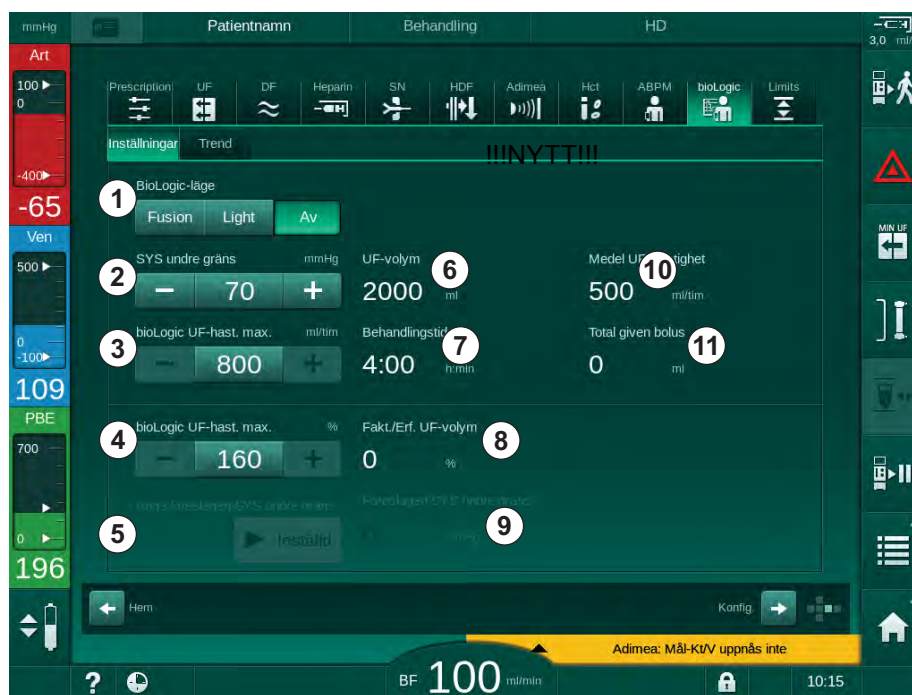

Bild 11-19 Skärmen bioLogic Fusion Inställningar
När man aktiverar föreslagen SLL, accepteras värdet ③ i Bild 11-19 . Alternativt kan den systoliska lågränsen ställas in på position ② .
1. Om du vill aktivera bioLogic Fusion eller bioLogic Light, tryck på knappen *Fusion* eller *Light* i gruppbutan *bioLogic-läge* (Bild 11-19 , ① ).